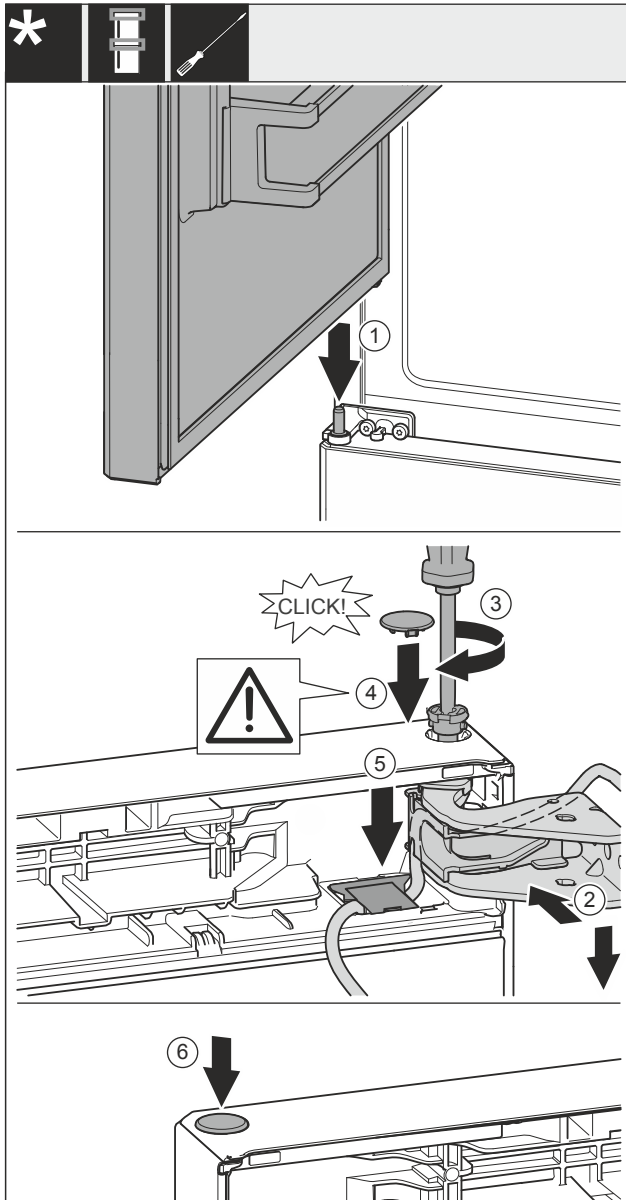

Fig. 60
- ▶ 冰箱上方门放置在中间轴承螺栓 Fig. 60 (1)上。
- ▶ 将冰箱门的上方对准托架 Fig. 60 (2)中的开口。
- ▶ 放入螺栓 Fig. 60 (3)并用螺丝刀拧紧。
- ▶ 装入盖板 Fig. 60 (4)。
- ▶ 检查盖板 Fig. 60 (4)是否紧贴在冰箱门上。
- ▶ 将盖板 Fig. 60 (5)安装并朝下按压，直到其卡入到位。
- ▶ 装入盖板 Fig. 60 (6)。